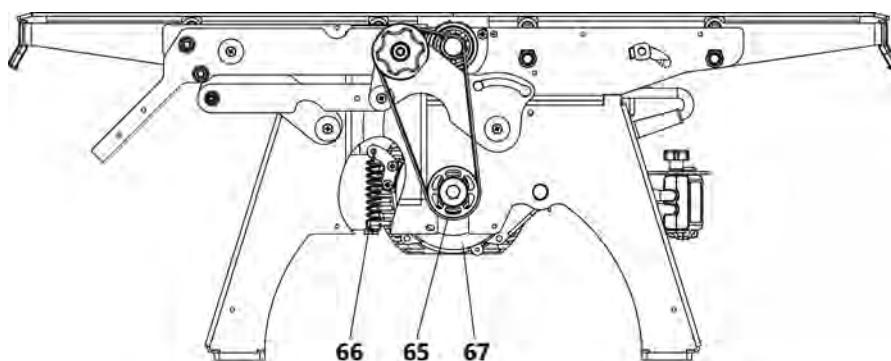

Рисунок 18. Установка приводного ремня
- снять ремень 65 (рис. 18), ослабив его натяжение поднятием двигателя 67 вверх, либо сняв пружину натяжения 66;